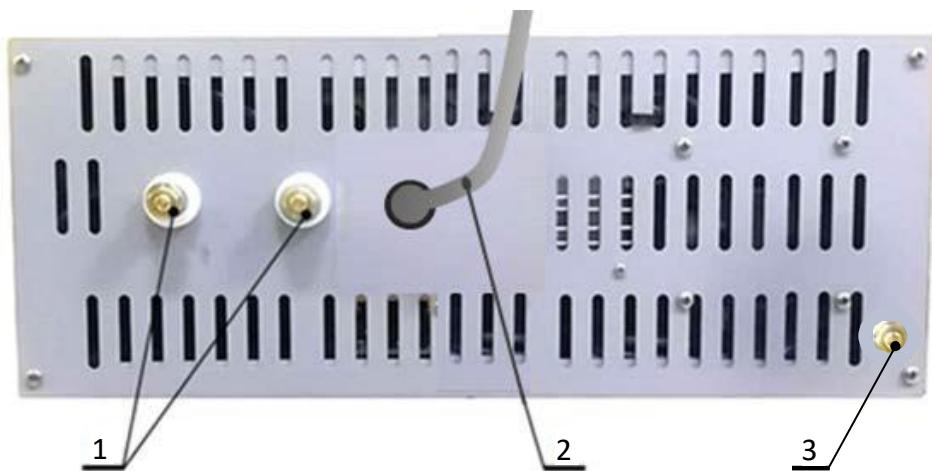

Рисунок 2. Задняя стенка генератора.
8.2 Заземлить генератор гибким медным проводом сечением не менее 4 мм^2 , присоединив его с одной стороны к клемме заземления (рисунок 2, поз. 3), а с другой стороны — к магистрали заземления.